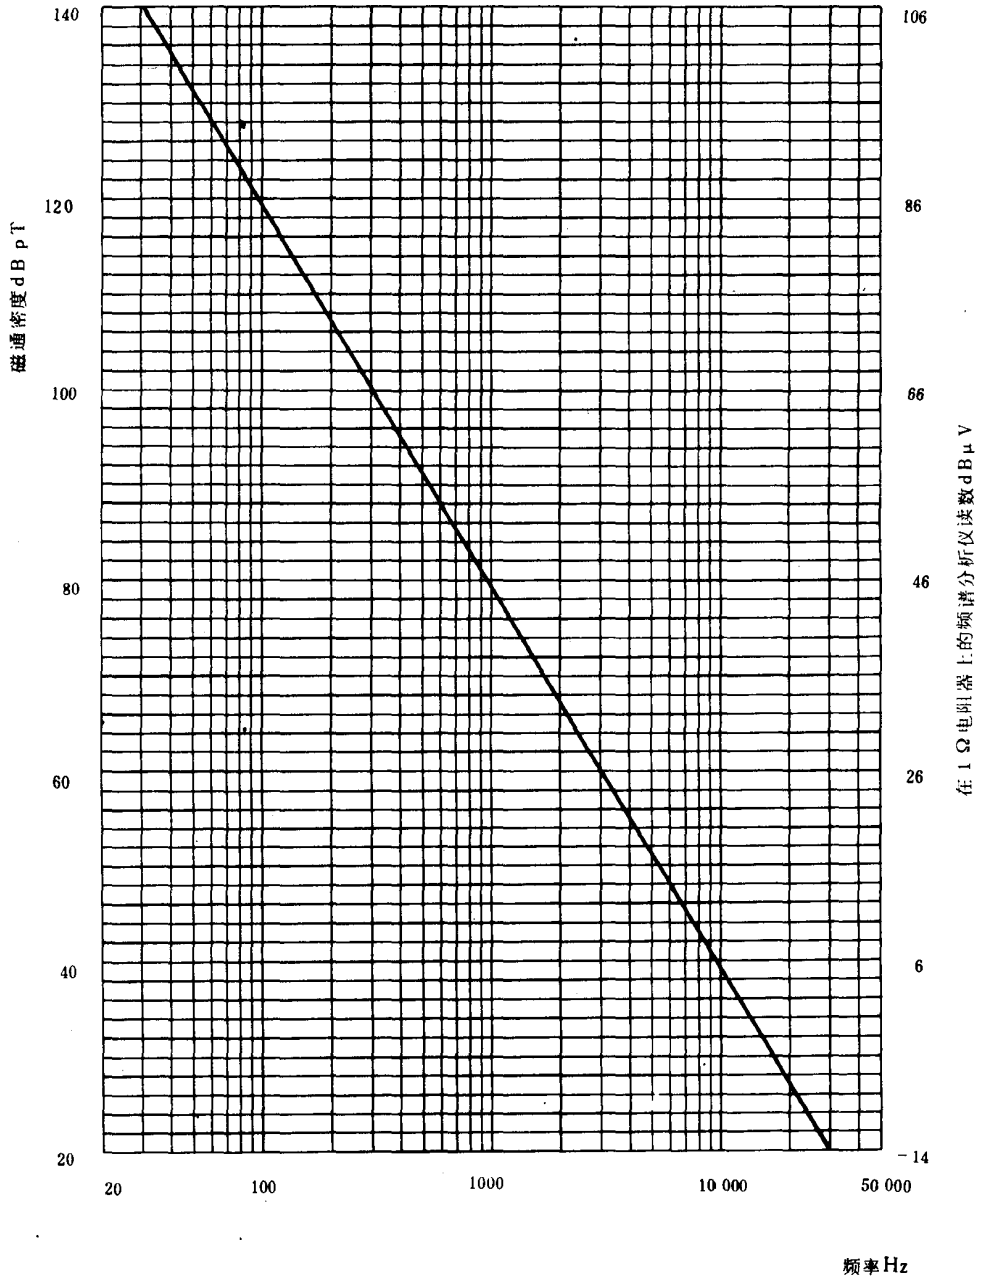

图 1 30Hz ~ 30kHz 磁场敏感度的极限值
将受试仪器置于图1规定的磁场中,并用标称电源供电工作时,不应出现故障,并应符合受试仪器技术条件的要求。
b. 输出功率: 应能提供足够的电流,满足电源频率磁场敏感度试验环产生峰-峰值大于0.1mT的磁通密度,以及30Hz~30kHz磁场敏感度试验环形天线产生的磁通密度比图1规定的极限值至少大20dB。
**3.2.4** 调节功率信号发生器的输出，使频谱分析仪测得的电压值相当于使环形天线产生的磁通密度比图 1 规定的极限值至少大 20 dB。
**3.2.6** 将环形天线置于受试仪器最敏感的部位，与受试仪器表面的距离保持为5 cm，调节功率信号发生器，使其输出逐渐减小，直到受试仪器不受所加磁场的影响，符合受试仪器技术条件要求为止。这时的磁通密度应符合图 1 的规定。